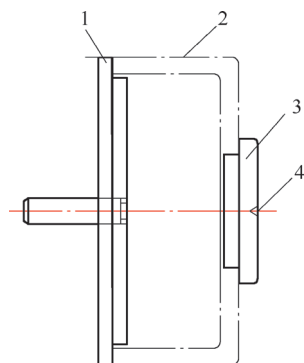

图4 装夹工装示意
(2) 工件为预热后装夹淬火，工装样式、尺寸、所留间隙要合适，以方便装夹、淬火为原则，尽可能减少降温。装夹工装如图4所示。
(3) 要确保工件淬火时内径仍保持预热状态，不能进水。
(4) 工件最终预热温度，可通过试淬件变形情况进行调整。若工件收缩量超过控制要求，可适当提高预热温度。最高预热温度以工件表面不产生氧化皮（<573℃）为宜。